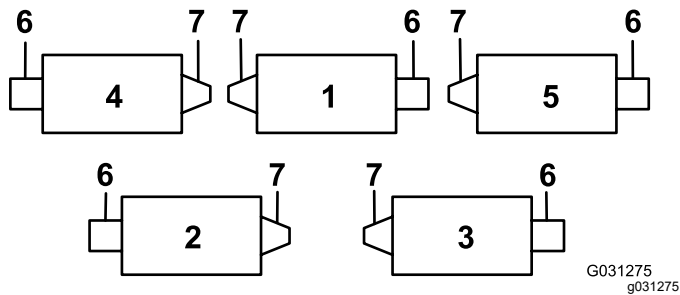
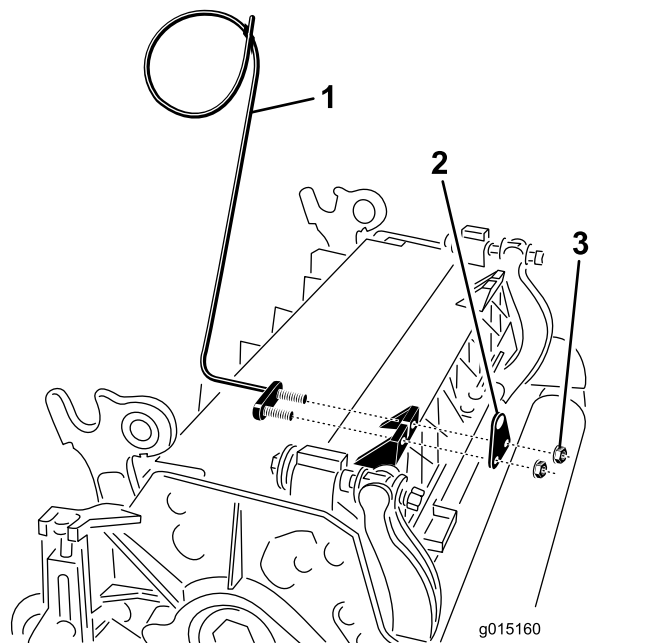
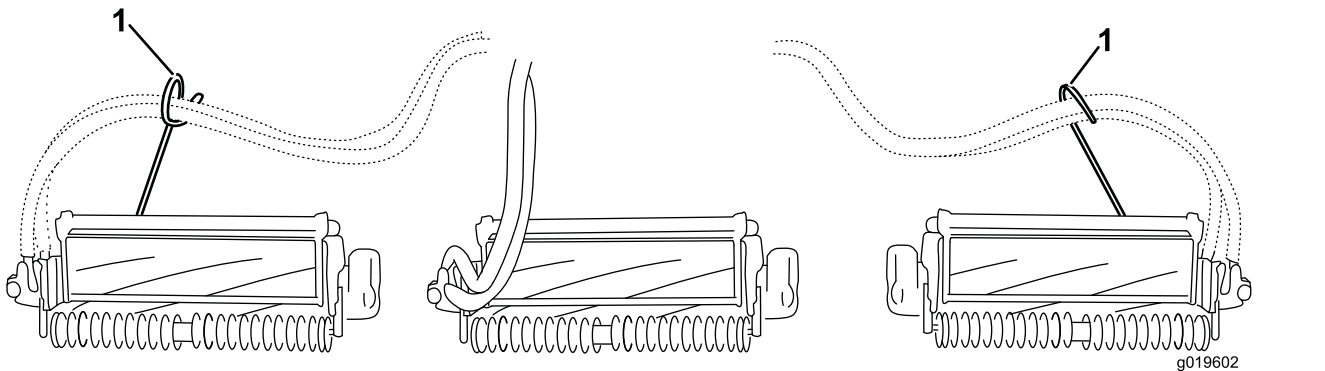

Bild 6
Bild 7
Bild 8
7. Montieren Sie an den Schneideinheiten Nr. 4 (vorne links) und Nr. 5 (vorne rechts) die Schlauchführungen mit den Befestigungsmuttern der Stangenhalterung vorne an den Mähwerksnasen. Die Schlauchführungen sollten sich zur mittleren Schneideinheit neigen (**Bild 6**, **Bild 7**, **Bild 8**).